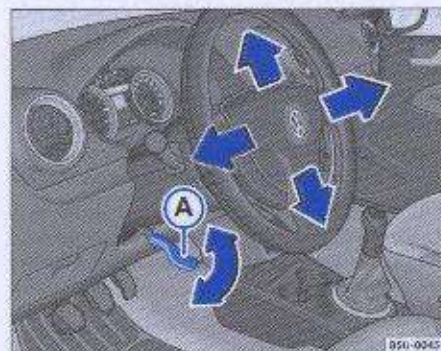

Fig. 96 Ajuste de la columna de dirección
- Desplace hacia abajo la palanca ⇒ fig. 96 A, ubicada debajo de la columna de dirección ⇒ ⚠.